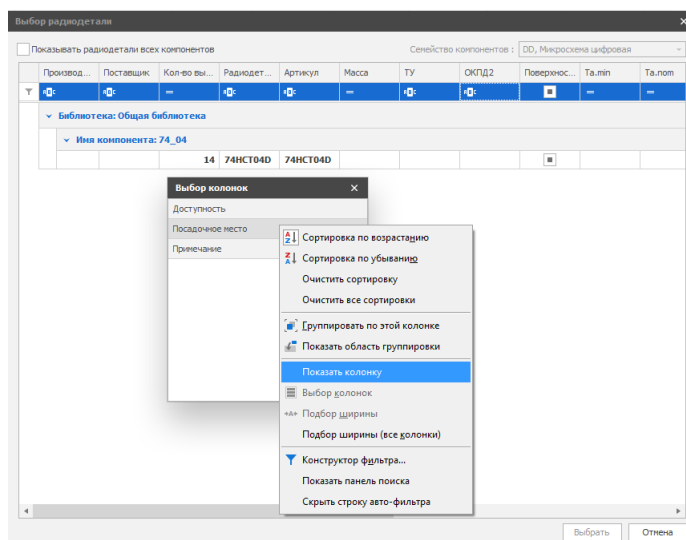

Рис. 95 Выбор восстанавливаемой колонки
3.1. В окне «Выбор колонок» выделить заголовок восстанавливаемого столбца и из контекстного меню выбрать пункт «Показать колонку», см. Рис. 95.